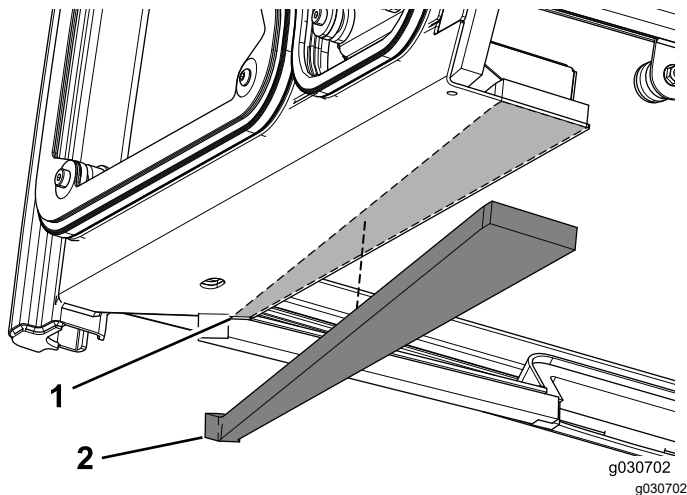

Figure 14
1. Appliquez le joint en mousse gauche à environ 3 mm du bord de la partie avant gauche de la cabine (Figure 14).